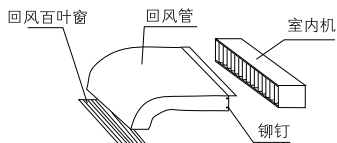
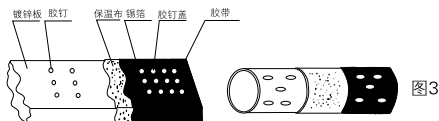

图2 回风管连接
图3
3. 内藏式室内机安装时必须设计安装回风箱，如图2,图3。
3.风管保温:送回风管上都应有保温层,首先将胶钉粘在风管上,然后将带有一层锡箔纸的保温棉附上,用胶钉盖固定,最后用锡箔胶带封严连接口处。如图3